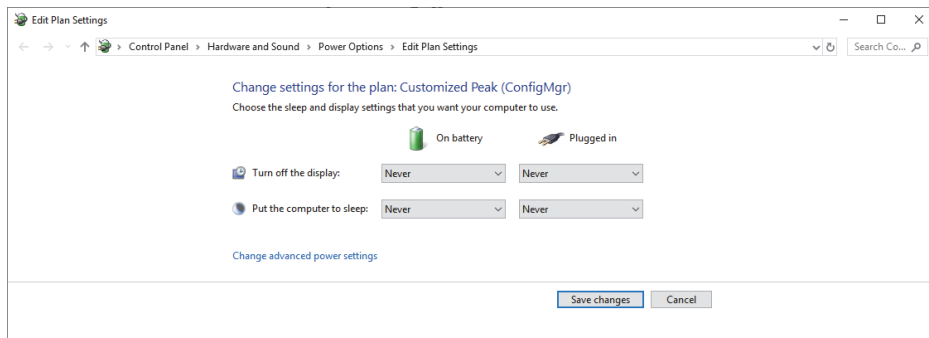

Figure 1-4 Boîte de dialogue Edit Plan Settings
- b) Dans la boîte de dialogue **Edit Plan Settings**, réglez les paramètres **Turn off the display** et **Put the computer to sleep** à **Never** (Figure 1-4 à la page 28).